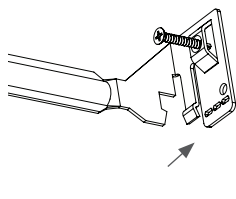

Fig. 1 (opcional)
- a. Si el espesor del cielorraso fuera de 19,05 mm (0,75 pulg) o mayor: Utilice alicates para quebrar las pestañas en el extremo de ambas barras de colgado (consulte la Fig. 1).